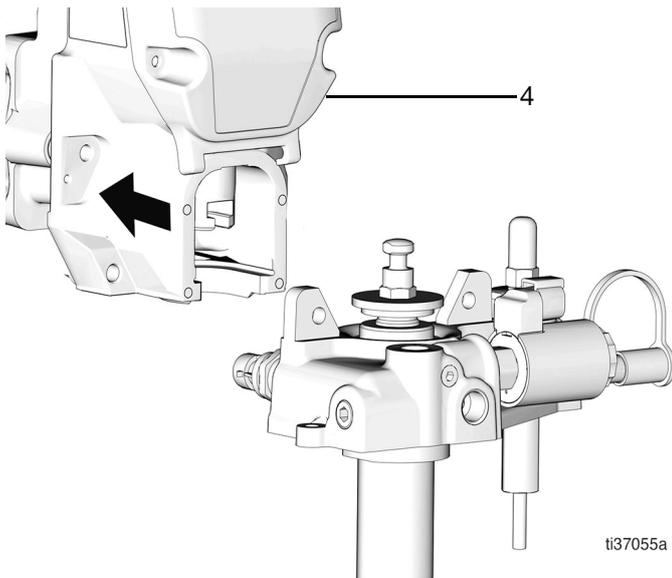

FIG. 34
13. Tirer vers le haut la section inférieure pour la séparer de la tête d'engrenage (4) (FIG. 34).